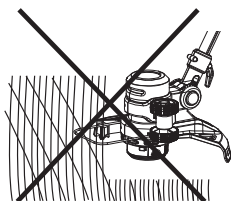
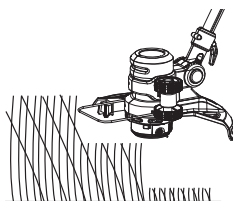

Fig. 18
Fig. 19
7. Assegure que o dispositivo de corte permanece limpo e livre de restos de material que possam causar encravamento. Verifique regularmente. Solte o interruptor para ligar/desligar (2) e desconecte o produto da fonte de alimentação antes de verificar.
8. Apare a relva mais comprida por etapas; não corte a relva comprida com um só corte (Fig. 18). Para melhores resultados, corte a relva mais comprida por etapas (Fig. 19).